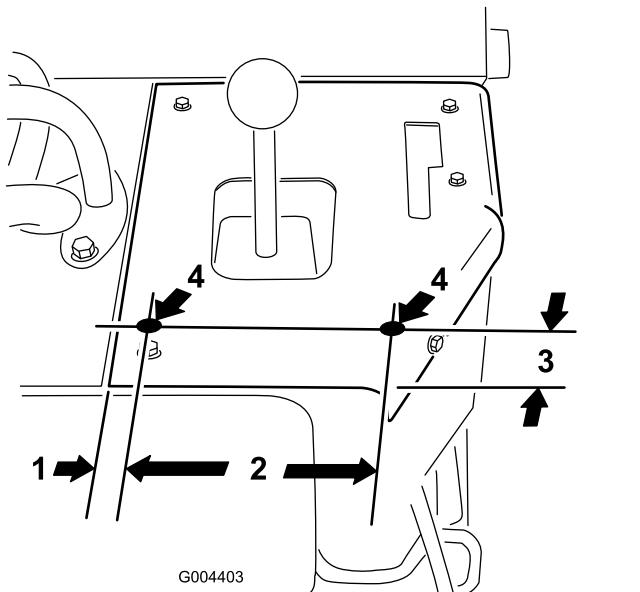

Bild 8
2. Bohren Sie zwei Löcher (3/8") in das Bedienfeld unter dem Hubarmhebel (Bild 8).